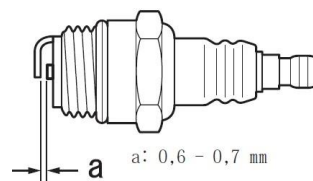

Fig. 20
ATTENZIONE! In caso di difficoltà di messa in moto della motosega controllare la candela (Fig. 20).
ATTENZIONE! Se il motore non si avvia è possibile che la candela (Fig. 20) sia umida; in questo caso rimuoverla, asciugarla e quindi tirare la corda di avviamento diverse volte prima di rimontare la candela, per pulire e ventilare la camera di combustione.
2. Motore ingolfato	2. Smontare e asciugare la candela (Fig. 20) (vedi paragrafo "CANDELA")